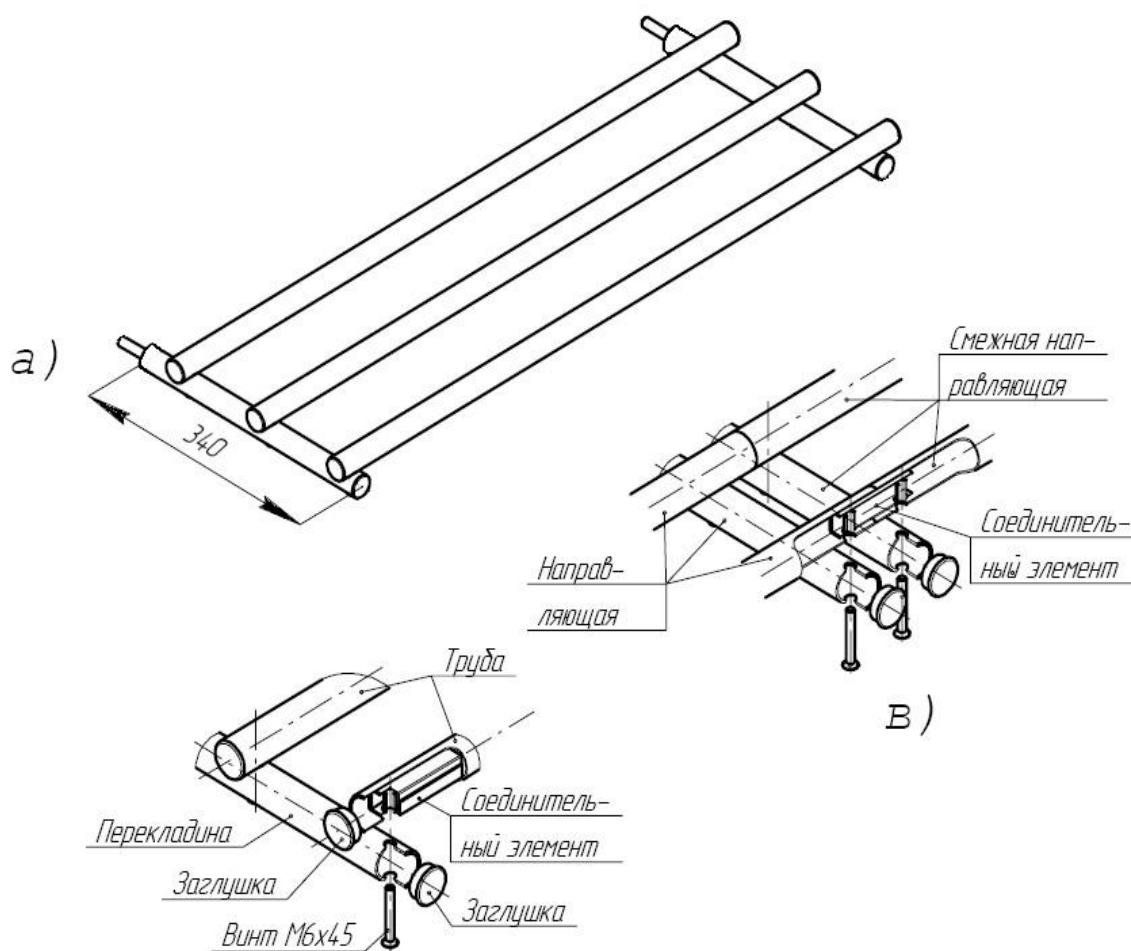

Рис. 3. Направляющая для подносов
После сборки в линию раздачи (далее ЛР) обеспечивается жесткое соединение соседних направляющих с минимальным отклонением труб от их соосности, что придаёт всей линии исключительную устойчивость к случайному смещению и опрокидыванию. На рис. 3 приведена схема сборки направляющей.
– каждую из труб последовательно приложите к поперечинам так, чтобы их монтажные отверстия совпали и трубы были параллельны столешнице изделия; вставьте снизу винты М6х45 в отверстия поперечин и вверните их в резьбовые отверстия соединительных элементов (рис. 3б и 3в). Соединительные элементы нужно предварительно вставить в трубы резьбовыми отверстиями вниз (расположение соединителей внутри труб зависит от наличия/отсутствия смежного изделия из ЛР) после извлечения торцевых заглушек;